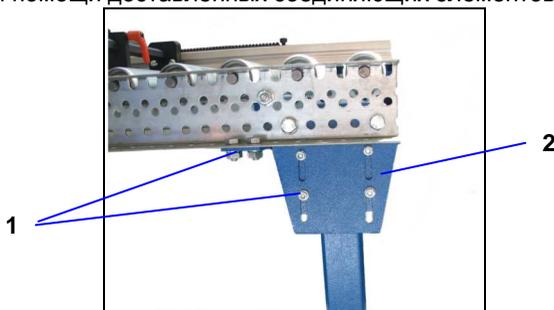

рис.7
- g) К профилю несомой подачи следует замонтировать кронштейн подачи [1] при помощи доставленных соединяющих элементов [2] (рис.7).